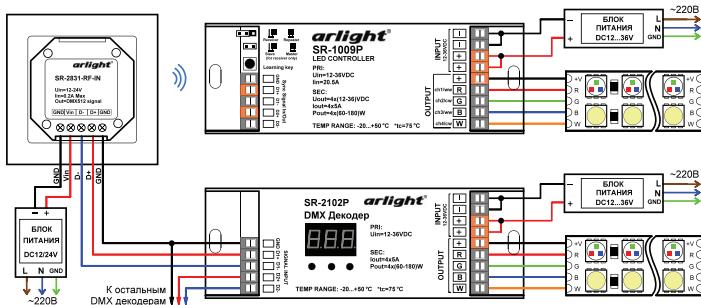

Рис.1. Схема подключения оборудования на примере контроллера SR-1009P и декодера SR-2102P
- 3.2. Подключите светодиодную ленту, контроллеры, блоки питания и остальное оборудование (см. инструкции к используемому оборудованию). Пример подключения приведен на рис.1.